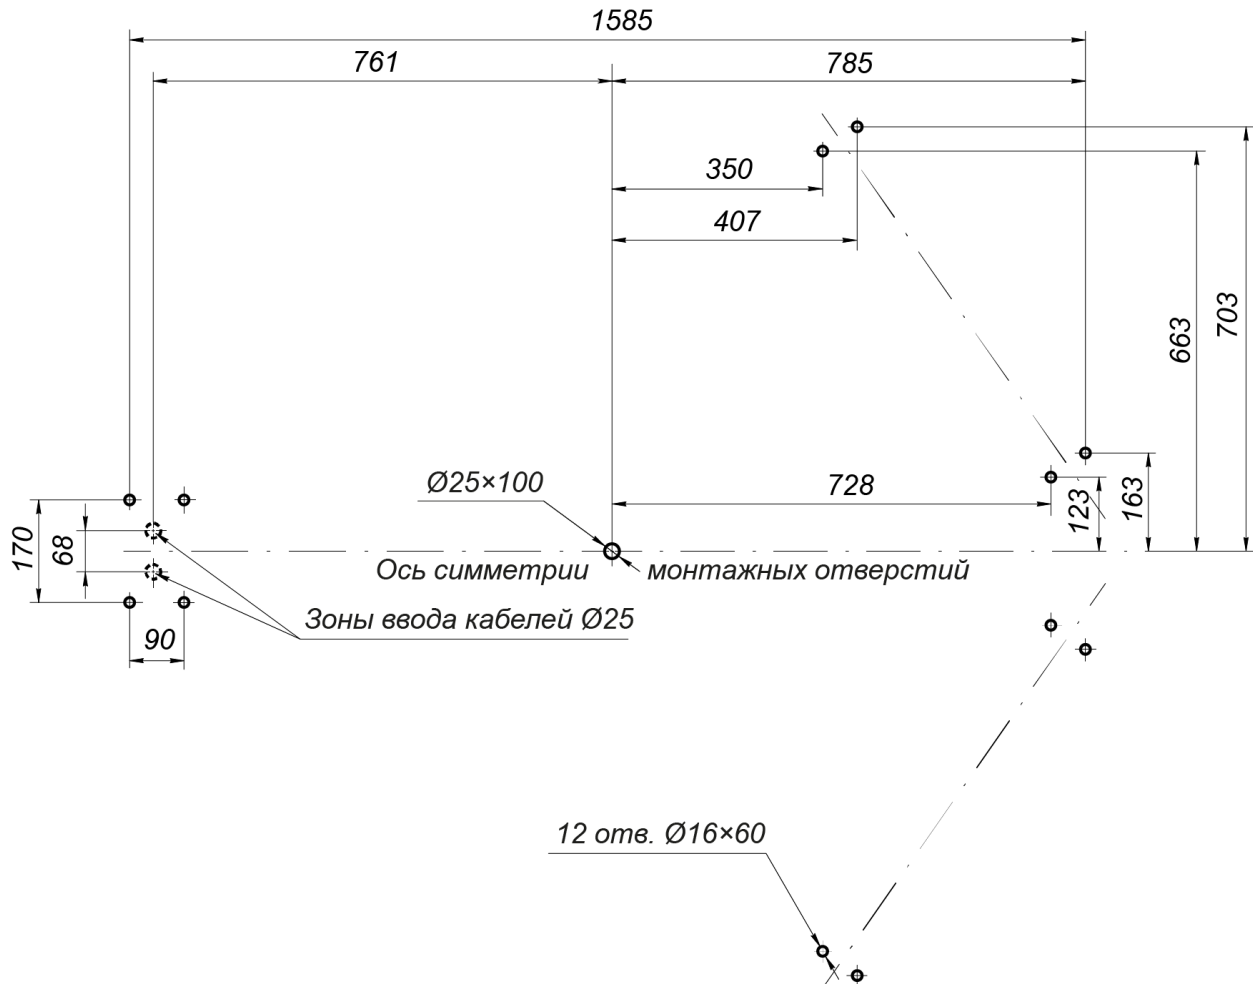
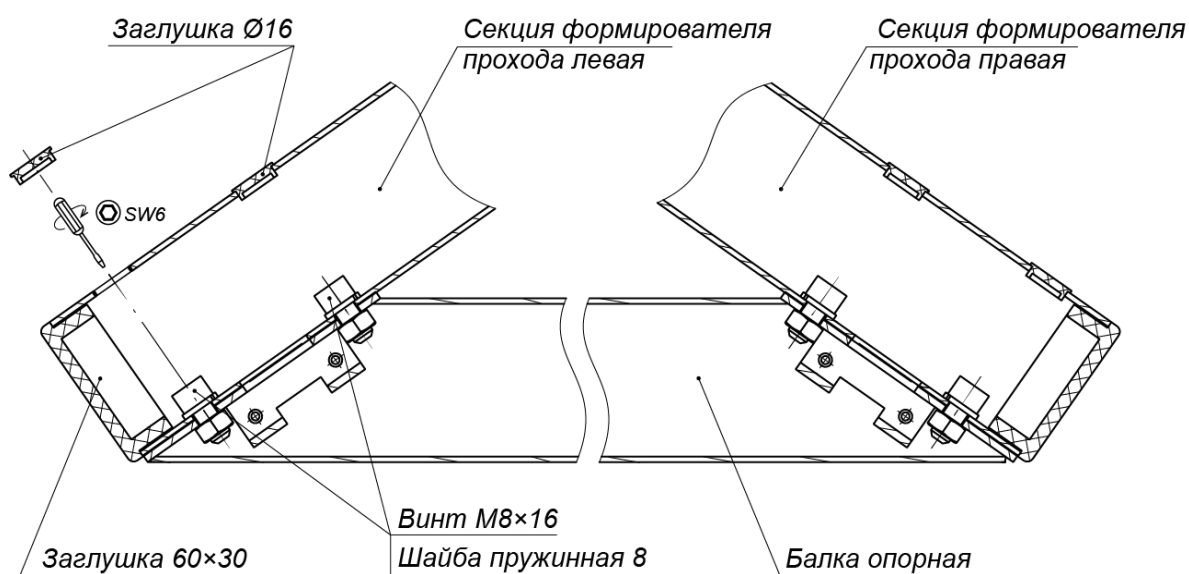

Рисунок 12. Схема разметки для монтажа турникета
Рисунок 13. Крепление балки опорной (7) к секциям (6) формователя прохода
3. Выполните на установочной поверхности разметку отверстий для монтажа турникета. Используйте шаблон из комплекта поставки, но затем обязательно проверьте истинность расстояний в соответствии с рис. 12.
- Установите секции (6) формователя прохода на установочную поверхность, ориентируя отверстия в опорных фланцах по расположению анкеров. При этом левая и правая секции должны быть правильно выставлены и сориентированы: блоки индикации формователей должны быть развернуты от оси симметрии (см. рис. 12) и учтено расположение на секциях мест крепления опорной балки (см. рис. 13).
9. Установите балку опорную (7) на секции (6) формователя прохода:
- Закрепите балку опорную на секциях формователя прохода четырьмя болтами М8×16 (ключ SW6) из комплекта сборочно-монтажных принадлежностей (ящик №4). При уличном монтаже стыки опорной балки с секциями формователя прохода рекомендуется герметизировать, используя атмосферостойкий силиконовый герметик по инструкции производителя (см. рис. 13).
10. Распакуйте стойку с преграждающими планками (5) (ящик №4).
11. Установите стойку с преграждающими планками (5) (работайте вдвоем!):
- Для варианта прокладки кабелей питания и управления через кабельные каналы в установочной поверхности снизу: положите стойку с преграждающими планками (5) на установочную поверхность таким образом, чтобы опорный фланец находился рядом с зоной отверстия А. Затем, используя монтажную проволоку, протяните кабели через нижнее отверстие в преграждающей стойке со стороны фланца вверх по стойке до ее верхнего отверстия. Выпуск кабелей на выходе из верхнего отверстия должен составлять 0,8 - 1,0 м. Временно зафиксируйте концы кабелей на верхней планке преграждающей стойки (к примеру, с помощью липкой ленты).
зону А, а место нижнего узла вращения (3) – на отверстие с анкером М16 (см. рис. 12).
17. Окончательно затяните анкерные болты крепления к установочной поверхности опорных фланцев стойки с преграждающими планками (5) и фланцев секций (6) формирователя прохода. При возникновении перекосов в силовых элементах конструкции турникета допускается использовать монтажные прокладки.
19. Закройте пластиковыми заглушками Ø16 отверстия для болтов соединения секций ротора (2) и отверстия крепления балки опорной (7) к секциям (6) формирователя прохода (см. рис. 13 и 20).